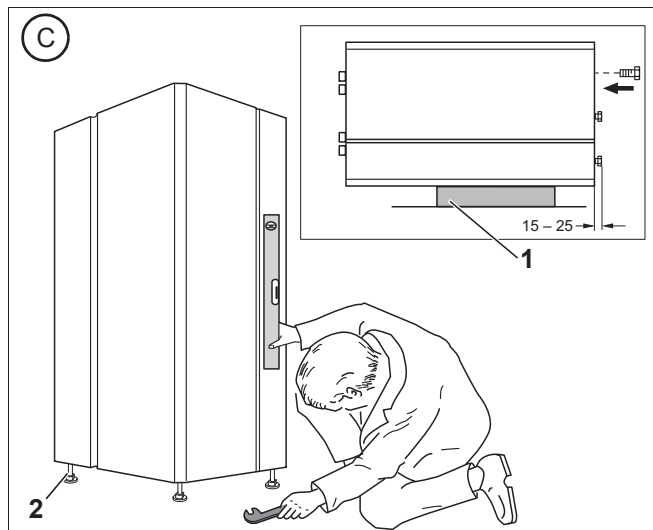

Рис. 9 Установка опорных болтов (дополнительная комплектация)
- ▶ Положите амортизирующую крышку (рис. 9, [1]) на пол.
- ▶ Заверните три прилагаемых опорных болта (рис. 9, [2]) так, чтобы они выступали на 15–25 мм.